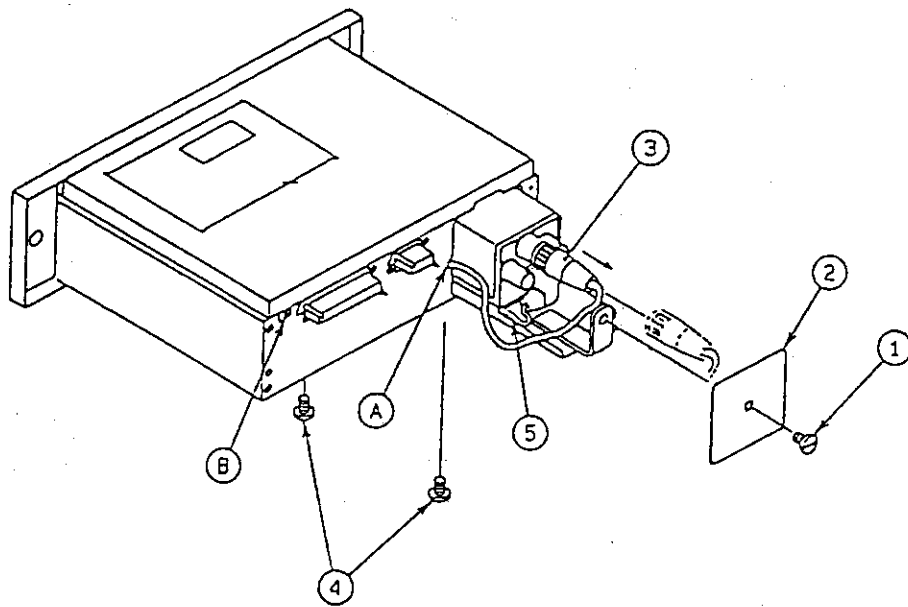
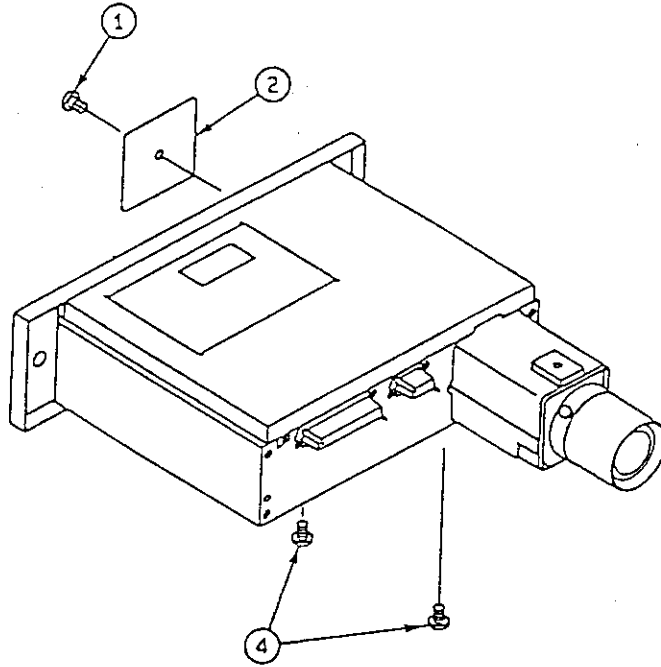

図 1
図 2
- 1) カメラ/VTRモジュール背面のネジ(1)をマイナス・ドライバ（あるいはコイン）で外し、蓋(2)を取り外す。モジュール底面のネジ(4) 2箇所も外す。
- 2) カメラを図1のように、コネクタ(3)が外に出るくらいまで引き出す。このとき、コネクタ(3)のケーブルを半円形の切り欠き部(A)に入れるようにしてカメラを引き出す。
- 3) コネクタ(3)が外に出るくらいまで引き出せたら、カメラからコネクタ(3)を引き抜く。引き抜くときは、ローレットが切っている円筒部(ギザギザ部)を持って図1の矢印方向に引くとはずれる。
- 5) 完全に引き出せたらカメラの向きを反転させ、カメラにコネクタ(3)を接続する。これを、図2のようにカメラ/VTRモジュールに入れる。このとき、図1のコネクタ(3)のケーブルを先に入れるようにしてカメラをモジュール内に収める。
- 2) カメラを図2のように、背面からレンズに注意しながらゆっくりとカメラを引き出しモジュールから引き出す。